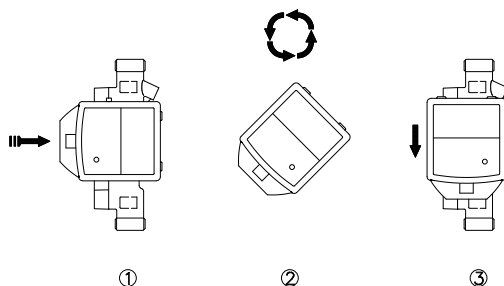

Рисунок 2.2 - Установка электронного блока на ППР
2.6.4 Температура окружающей среды ЭБ не должна превышать 55 °С. Не допускайте попадания прямых солнечных лучей. Электронный блок без дисплея на первичном преобразователе расхода может быть установлен как вдоль, так и поперек (рисунок 2.2). Снимите электронный блок с первичного преобразователя расхода, поверните его в нужное положение и вновь установите его на место.